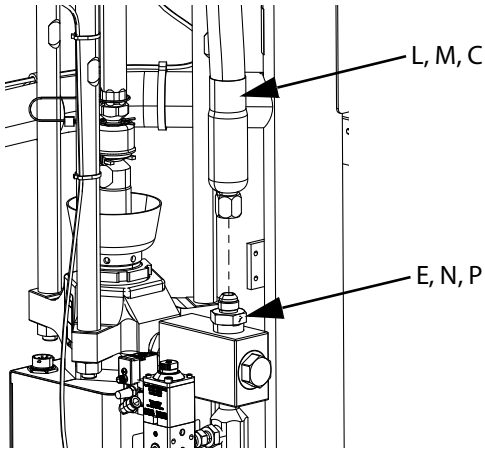

Рис. 22
4. При использовании одиночной системы дозирования и нанесения на раме iQ присоедините шланг подачи 1 (C) к фитингу системы дозирования и нанесения на раме и шлангу подачи 1 (E), как показано на Рис. 1 и Рис. 22.
- a. Подсоедините тандемный шланг 1 (L) к фитингу системы дозирования и нанесения на раме 1 и тандемному шлангу 1 (N), как показано на Рис. 2 и Рис. 22.
- b. Подсоедините тандемный шланг 2 (M) к фитингу системы дозирования и нанесения на раме 2 и тандемному шлангу 2 (P), как показано на Рис. 2 и Рис. 22.